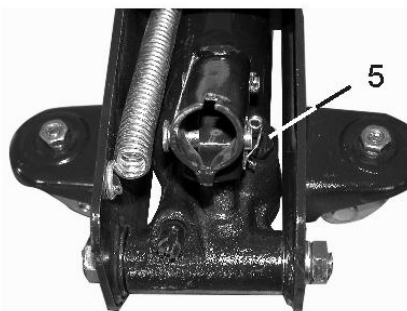

Рис. 3
Запрещается перенастройка давления срабатывания предохранительного клапана (5), Рис. 3.